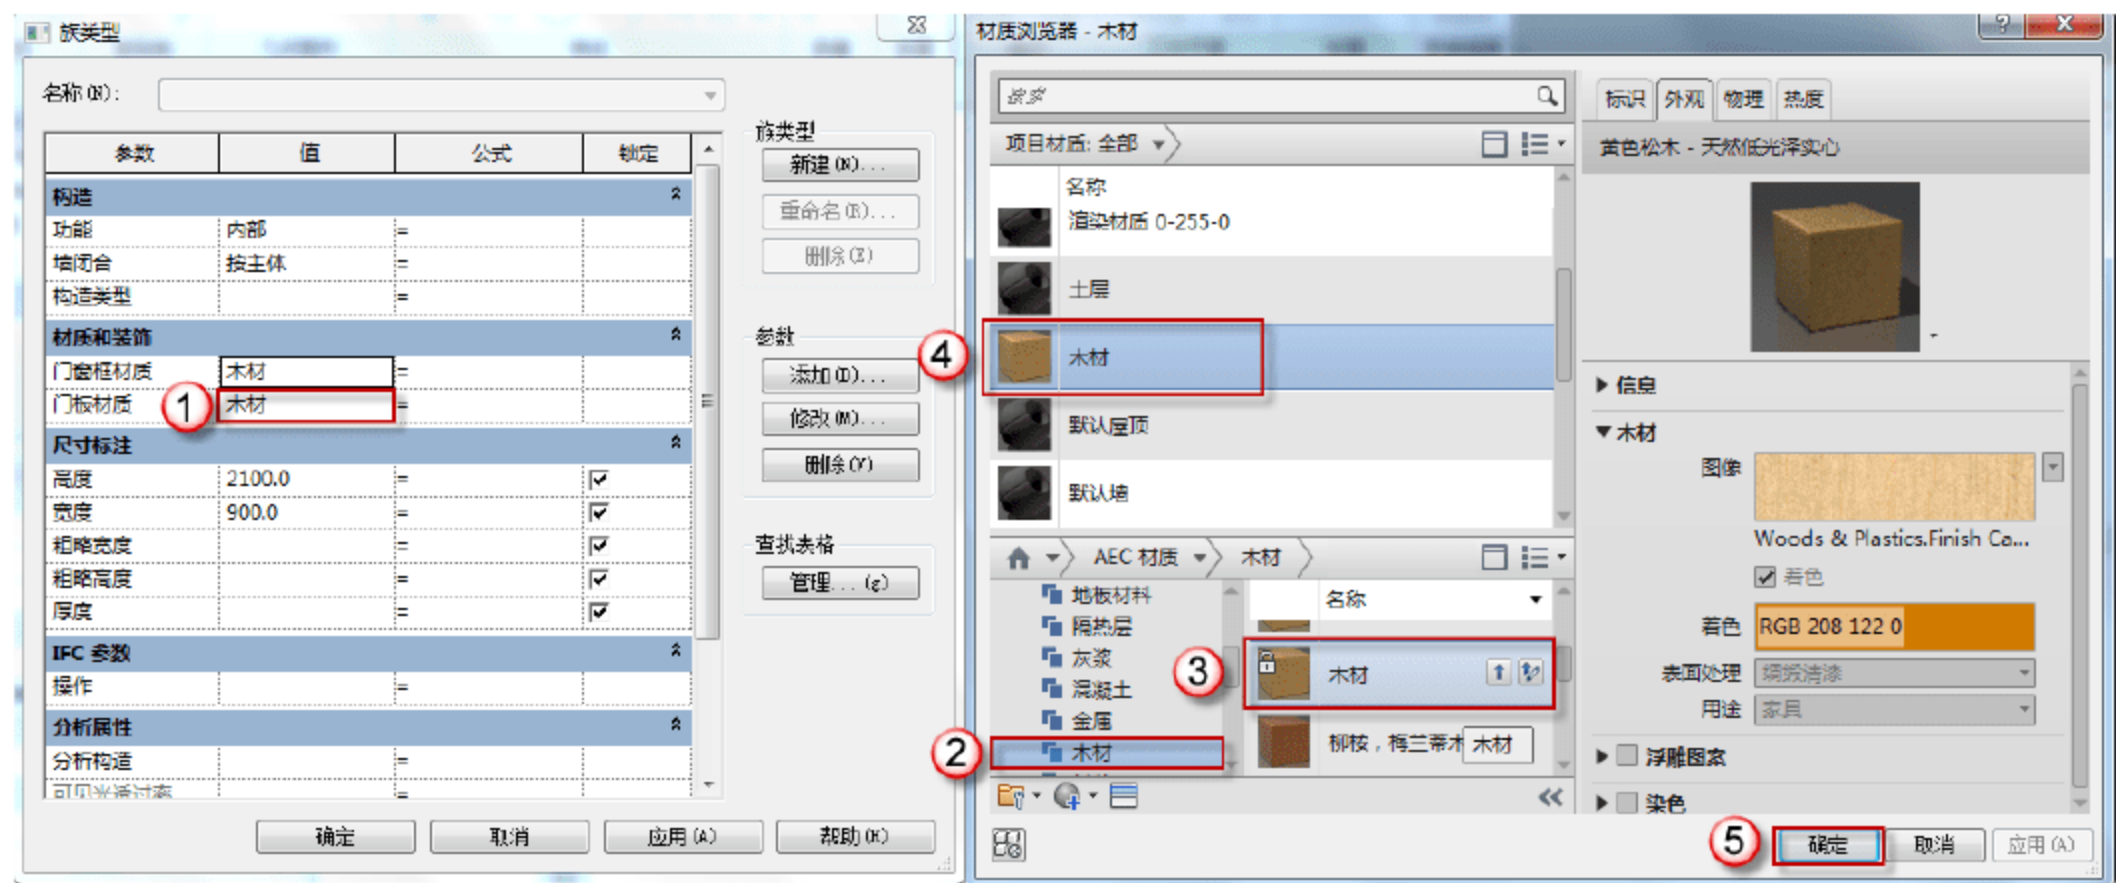

图 6.1.24 编辑门板材质
(23) 编辑门板材质。单击“族类型”按钮，弹出“族类型”对话框，单击“材质和装饰”栏“门板材质”后的“<按类别>”按钮，弹出“材质浏览器-木材”对话框，选择“主视图”→“AEC 材质”→“木材”→“木材”选项，双击“木材”材质将其添加到“文档材质”。选择“文档材质”中的“木材”材质，单击“材质浏览器-木材”对话框中的“确定”按钮。重复上述步骤，将“门窗框材质”修改为“木材”材质，单击“族类型”对话框中的“确定”按钮，如图 6.1.24 所示，完成“门框材质”的修改。